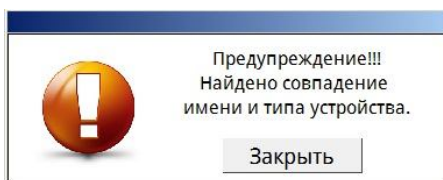

Рисунок 25 – Вид окна с предупреждением
11.12 В поле «Имя» введите название нового объекта и выберите тип устройства из выпадающего списка. При совпадении имени объекта и типа устройства ШУС выдаст окно с предупреждением (рисунок 25). Это предупреждение не является критическим, а информационным. Для завершения создания нового объекта нажмите на кнопку «Создать».